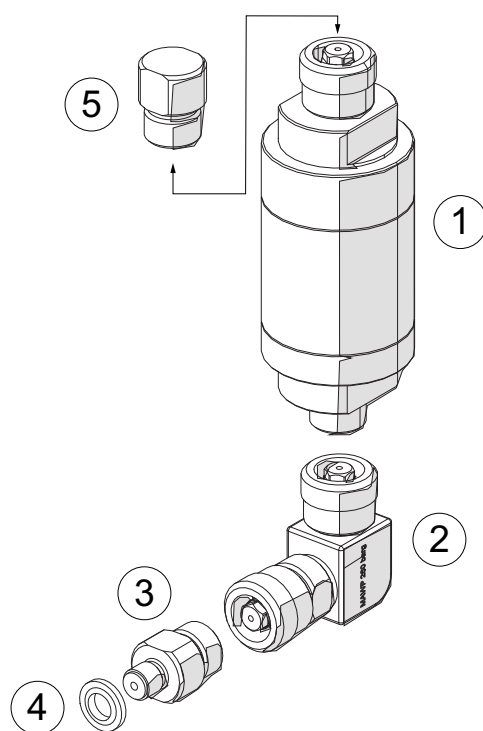

Рисунок D-4: Детали IOPACE-IDT и IOPACE-IDT-HP
1. Соедините детали вместе, как показано в Рисунок D-4. Ручно затягивайте быстро подходящий адаптер и используйте ключи, чтобы затянуть адаптер G1/8 на AMC с помощью склеенной шайбы.